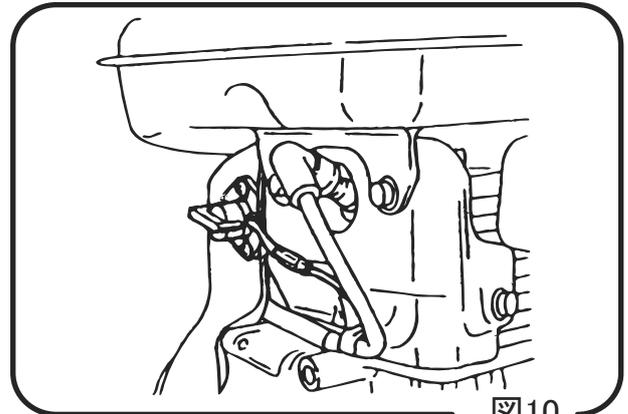

図 10
- 2 ストップスイッチを ON(I) 側に回します。(図 10)